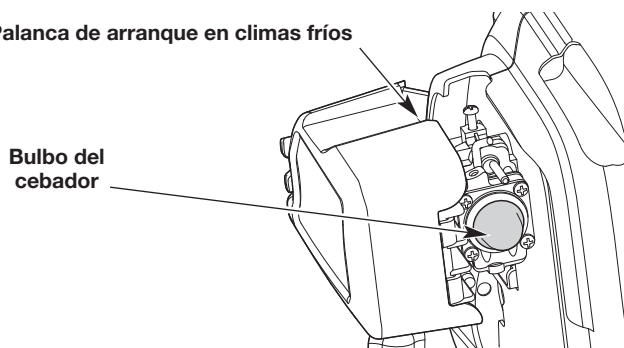

Fig. 8
SI HACE FRÍO... En climas fríos (menos de 40° F), mueva la palanca de arranque en climas fríos hasta la posición “cerrado” (Fig. 8). **NO** mueva la palanca de arranque en climas fríos hasta la posición “cerrado” si la temperatura es superior a 40° F.
3. Presione y luego suelte el bulbo del cebador lentamente **10 veces** (Fig. 8). Si no puede ver combustible en el bulbo del cebador, oprima y suelte el bulbo del cebador hasta que se vea combustible.
SI HACE FRÍO... En climas fríos (menos de 40° F), mueva la palanca de arranque en climas fríos nuevamente hasta la posición “abierto” (Fig. 8).